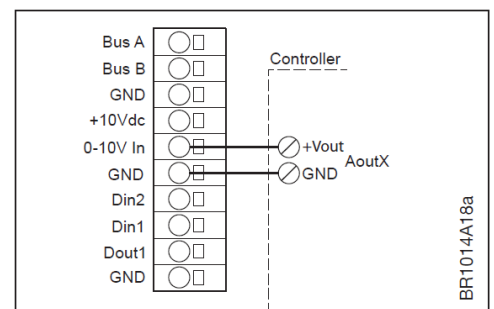

Fig. 3-17: Analogt börvärde, 0-10VDC
- Anslutning av externa styrsignaler enl. fig. 3-17